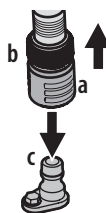

Figura 29
3. Tire del collarín de ajuste (a) del adaptador del pico (b) hacia atrás y empuje el adaptador del pico sobre el pico de lavado de la plataforma (c). Suelte el collarín de ajuste para trabar el adaptador del pico en el pico de lavado de la plataforma. Consulte la Figura 29.